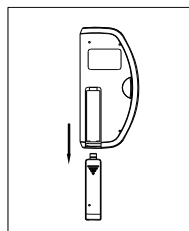

Fig. 5
- B. Abra la cubierta de la batería (Fig. 5).